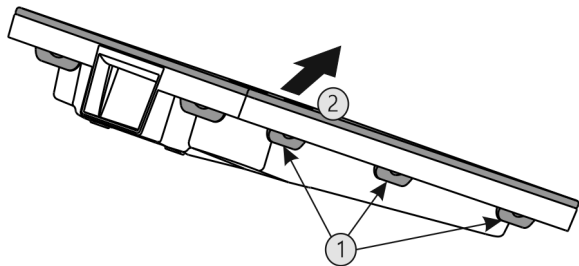

Fig. 82
- ▶ Wszystkie nakładki Fig. 82 (1) wcisnąć po kolei i zdjąć Fig. 82 (2) pokrywę.